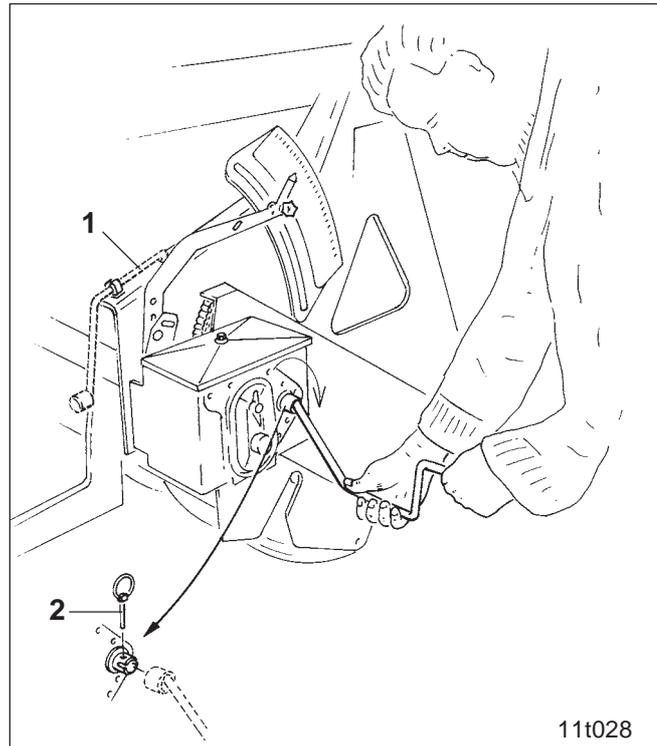

Fig. 16.7
- Abdrehkurbel (Fig. 16.7/1) in die Halterung stecken
- Klapstecker (Fig. 16.7/2) in die Getriebebohlwelle einstecken